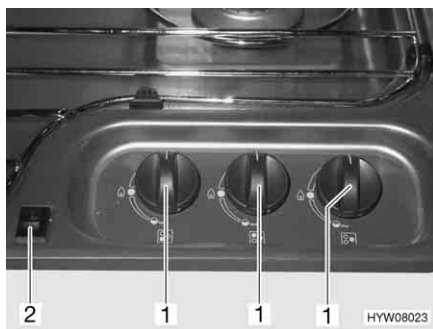

Fig. 79 Elementi di comando del fornello a gas
- Ruotare il pomello girevole (Fig. 79,1) dell'impianto a fiamma libera desiderato in posizione accesa (fiamma alta).
- Premere l'interruttore a bilico (Fig. 79,2). Sul bruciatore vengono prodotte scintille.